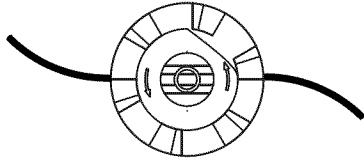

Fig. 20
- Desenrosque la línea vieja de la bobina y sáquela del orificio central de la bobina. (Fig. 20)